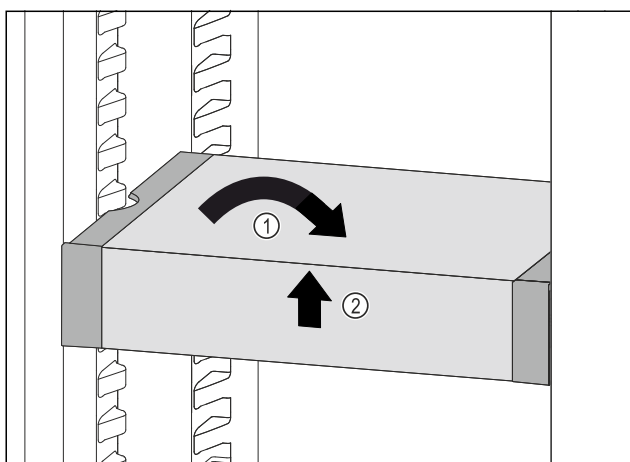

Fig. 64
- Poziționați drept VarioSafe. Fig. 64 (1)
- Ridicați în față VarioSafe. Fig. 64 (2)